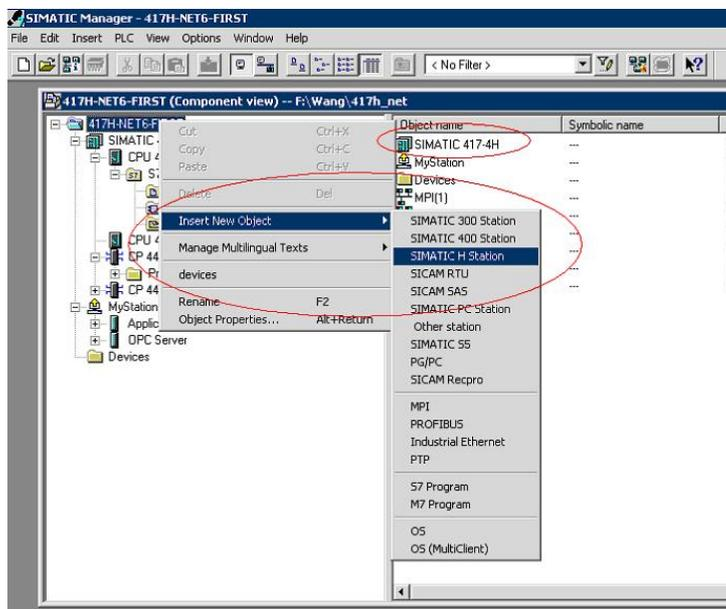

图 1
3.1 运行 SIMATIC MANAGER 并创建一个新的项目, 示例中为 417H-NET6-FIRST。插入一个新的 H 站。示例中将其命名为 SIMATIC 417-4H, 如图 1 所示。